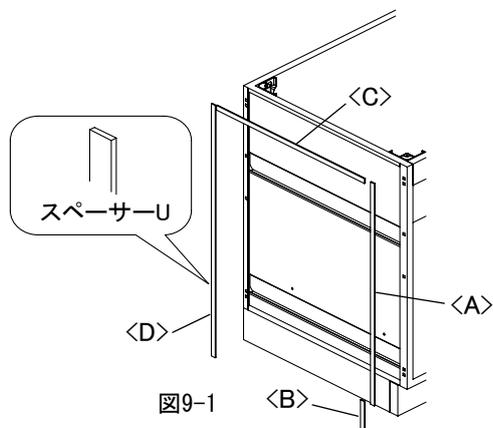

図9-1
① スペーサーUを下記長さにカットしキャビネット側板・台輪に貼付けてください。(図9-1)